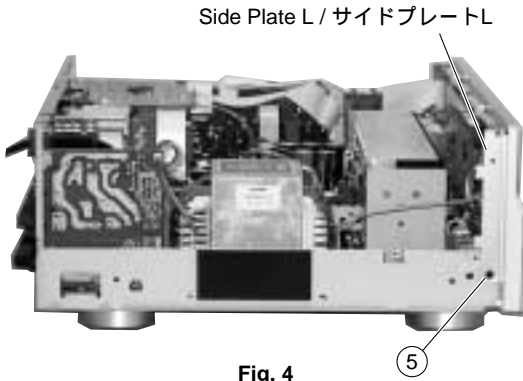

Fig. 4
- Remove 2 push rivets (⑤) and then remove the Side Plates L/R. (Fig. 4, 5)
- ⑤のプッシュリベット2本を外し、サイドプレートL/Rを取り外します。(Fig. 4, 5)